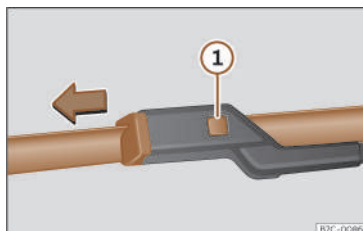

Fig. 163 Sostituzione delle spazzole dei tergicristalli.
- Mantenere premuto il tasto di sblocco >>> **fig. 163** ① tirando leggermente la spazzola nel senso della freccia.